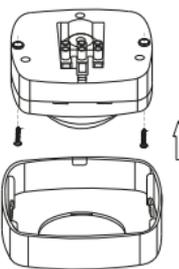

Рисунок 19 – Монтаж ДД 022,
#### 5.2.4 Монтаж ДД 022, ДД 023 (рисунок 19)
– С помощью отвертки с плоским жалом отщёлкнуть и снять защитную крышку датчика (рисунок 19).